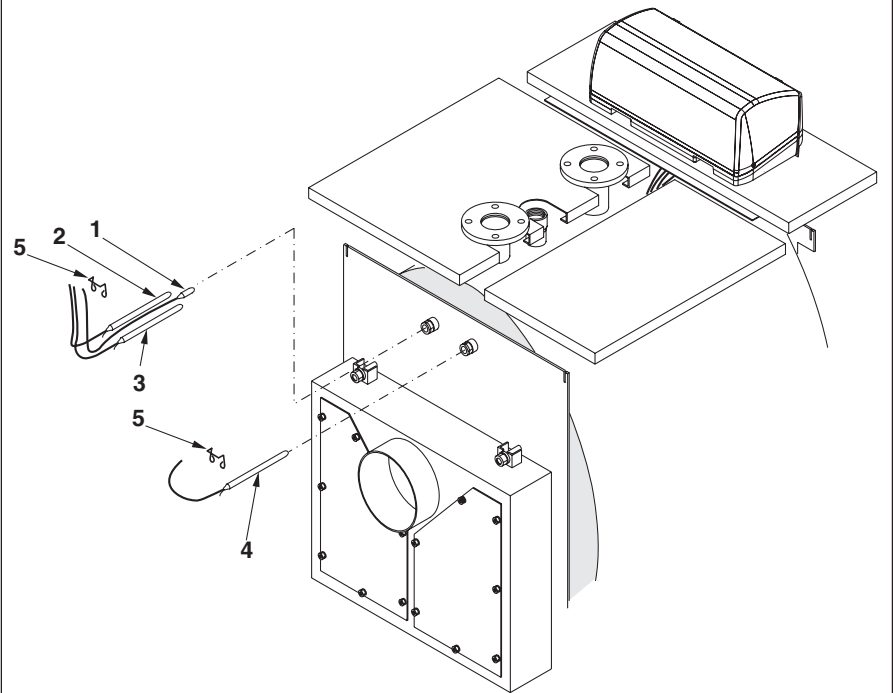

fig. 12
- B) Posizionare i pannelli laterali (pos. 3 e 4) con la piega inferiore all'interno dei profili ad L sulla base del corpo caldaia ed agganciando la parte superiore nei tagli sulle piastre.
- Per determinare quale dei due fianchi sia il destro o il sinistro, fare riferimento alle piastrine passacavi (pos. 11): devono essere verso il davanti della caldaia.
- C) Aprire la porta della caldaia e montare l'isolamento anteriore (pos. 5) inserendo le cerniere negli appositi tagli.
- Inserire i bordi laterali dell'isolamento sotto la piega dei due fianchi (pos. 3 e 4).
- D) Montare l'isolamento posteriore (pos. 6), fissare il pannello posteriore inferiore (pos. 7), il pannello posteriore intermedio (pos. 15) ed il pannello posteriore superiore (pos. 8) con le apposite viti autofilettanti. Montare i fermacavi (pos. 9) al pannello posteriore superiore.
- Fissare il pannello comandi al pannello superiore (pos. 10).
- Appoggiare il pannello superiore pos. 10, completo del pannello comandi ai due fianchi del mantello.
- F) Inserire nelle guaine i bulbi degli strumenti come indicato in fig. 12 ed eseguire il collegamento elettrico del pannello comandi alla linea di alimentazione, al bruciatore ed alle eventuali pompe, etc.
- Far passare la spina del bruciatore attraverso la piastrina laterale (pos. 11) dal lato in cui si vuole uscire e bloccare il cavo con il pressacavo fornito.
- Fissare le piastrine (pos. 11) ai fianchi mantello.
- G) Montare i pannelli superiori longitudinali (pos. 12 e 13) agganciandoli ai fianchi.